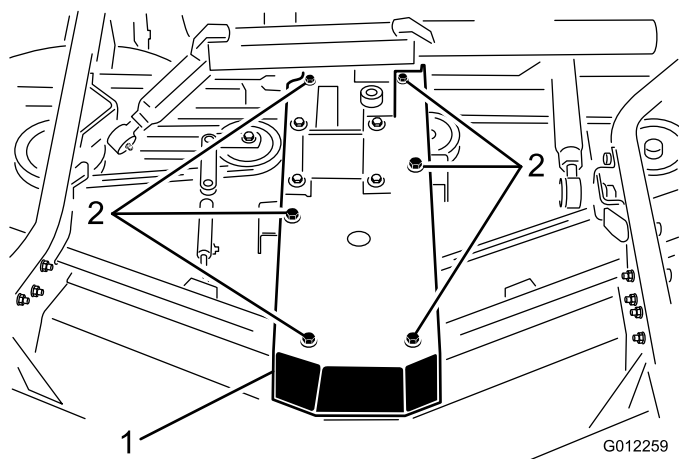

Figura 23
3. Retire los tornillos de caperuza y las tuercas que sujetan la placa de la caja de engranajes a las acanaladuras de la carcasa (Figura 23). Retire la tapa de la caja de engranajes de la caja de engranajes y colóquelo sobre la carcasa.